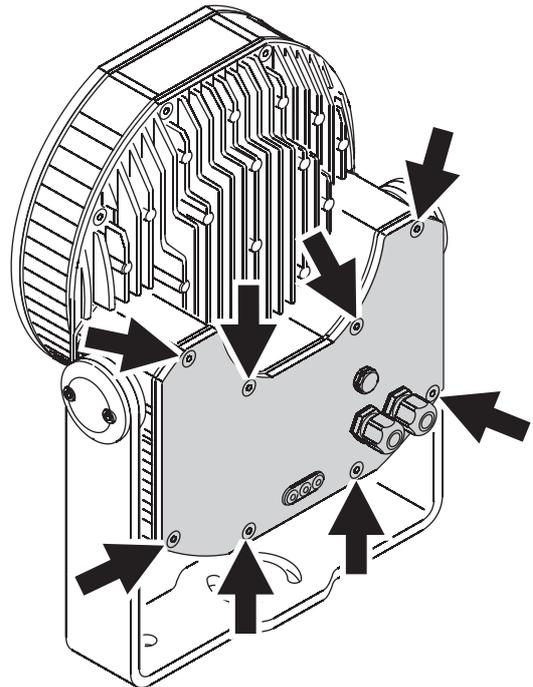

Figura 4: Tornillos de fijación de la cubierta posterior
3. Observar la Figura 4. Extraer los tornillos de fijación de la cubierta posterior (con flecha) y extraer la cubierta.